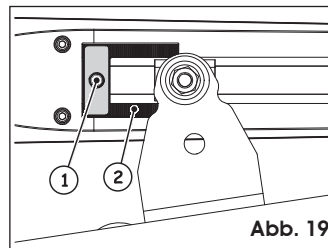

Abb. 19
3. Die Befestigungsschraube (Abb. 19, Bez. ①) aufschrauben, aber nicht komplett entfernen.
Der mechanische Anschlag arbeitet gekoppelt mit einem Zahnsegment (Abb. 19 Bez. ②). Bei Behinderungen während der Bewegung sicherstellen, dass die Kupplung frei ist. KEINE GEWALT ANWENDEN.